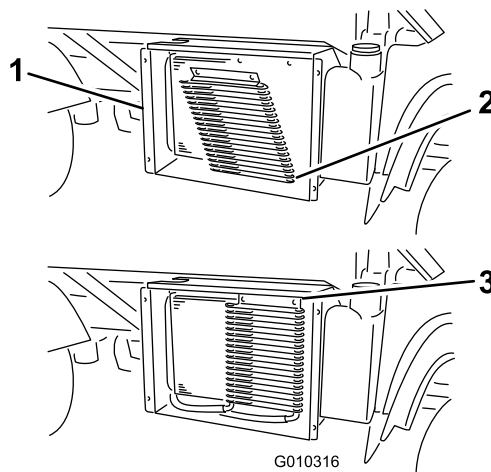

Figura 51
- Si está instalado, abra los cierres y gire el enfriador de aceite, separándolo del radiador (Figura 51).